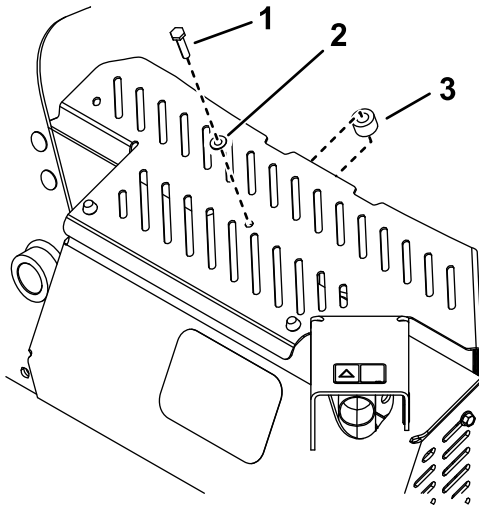

Figura 8
6. Utilice el perno autorroscante ($1/4$ " x $1 1/4$ " y la arandela para instalar el espaciador entre el protector térmico y el protector del silenciador (Figura 8).